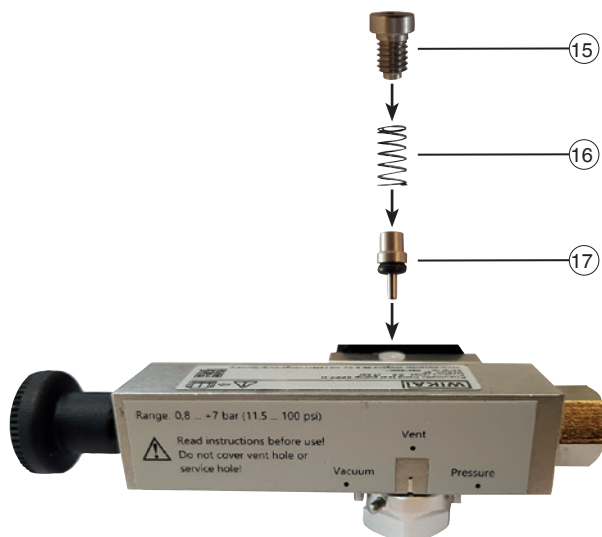

Fig. 1 - Inserção da válvula de bloqueio
- ▶ Preste atenção na ordem correta dos componentes (veja Fig. 1 “Inserção da válvula de bloqueio”)!
5. Feche novamente a abertura (18) com o parafuso (15).